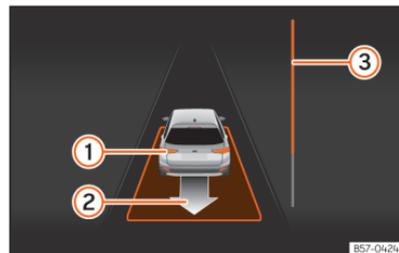

Fig. 146 No ecrã do painel de instrumentos: sair do estacionamento de um lugar em paralelo.
- Retroceda até soar o sinal contínuo do ParkPilot; **OU**: faça marcha-atrás até aparecer a indicação de fazer marcha à frente no ecrã do painel de instrumentos. A barra de progresso **>>> Fig. 146** **3** indica a distância a percorrer.